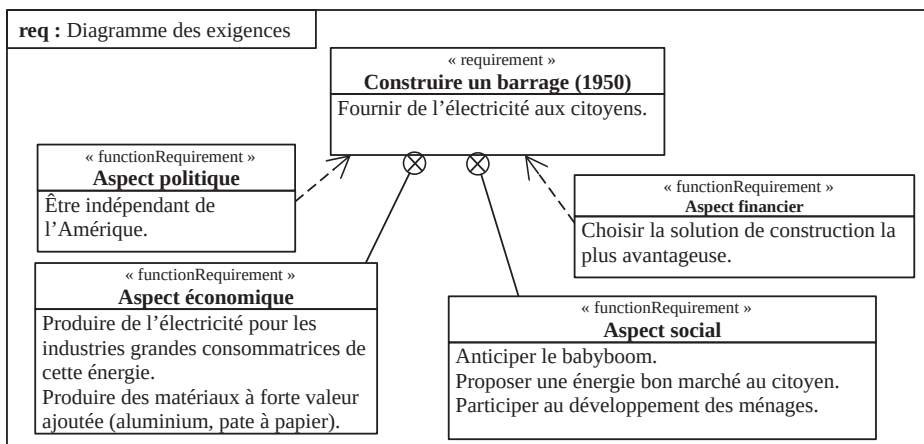

Fig. 1.14 : diagramme des exigences
- 2) Regarder la suite de la vidéo (pas plus de 3 min) et vérifier que le diagramme des exigences figure 1.14. correspond aux raisons pour lesquelles ce barrage a été construit dans les années 60.